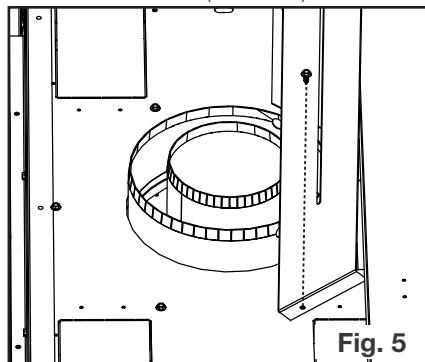

Fig. 5
5. Assurez-vous que les deux extrémités s'alignent et fixez les extrémités avec des agrafes et des attaches (**Figure 5**).
5. Utilisez les attaches à l'étape 4 pour fixer le bouclier d'évent sur l'appareil (Figure 5).